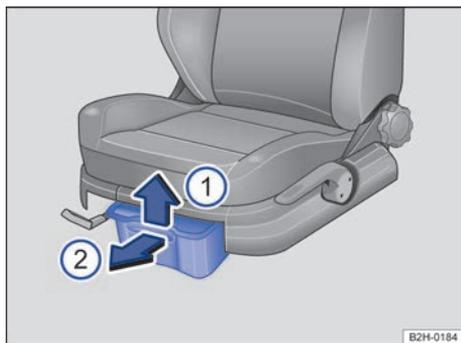

Fig. 98 Portaobjetos debajo de los asientos delanteros: cajón de apertura sin tecla (variante 2).
- Para *abrir* el cajón, levántelo en el sentido de la flecha → **fig. 98** **①** y tire de él en el sentido de la flecha **②**.
- Para *cerrar* el cajón, desplácelo debajo del asiento en el sentido contrario al de la flecha **②**, hasta el tope.